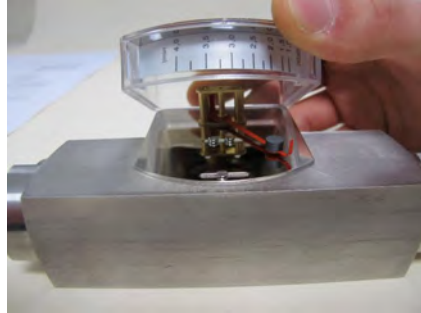

Abb. 39
2. → Anzeige-Deckelplatte gemeinsam mit Kunststoffgehäuse vorsichtig nach oben von der Anzeige-Bodenplatte abziehen (Abb. 39) und entnehmen. Darauf achten, dass das Zeigerwerk nicht beschädigt wird